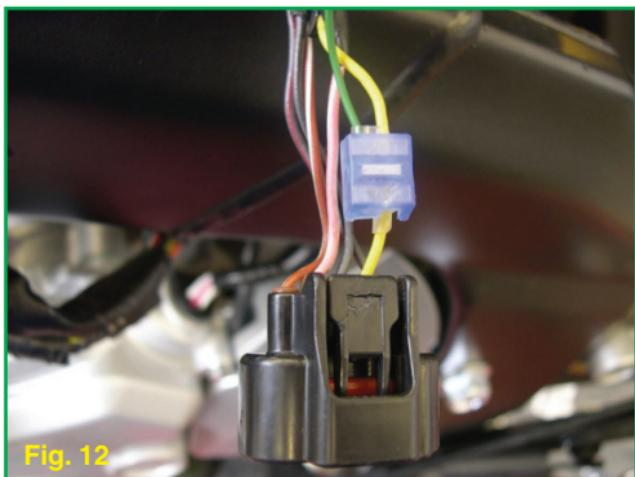

Fig. 12
- Collegare il cavo Verde dalla centralina TOP al cavo giallo dell'impianto del veicolo tramite il ruba corrente fornito nel kit TOP (Fig. 12).